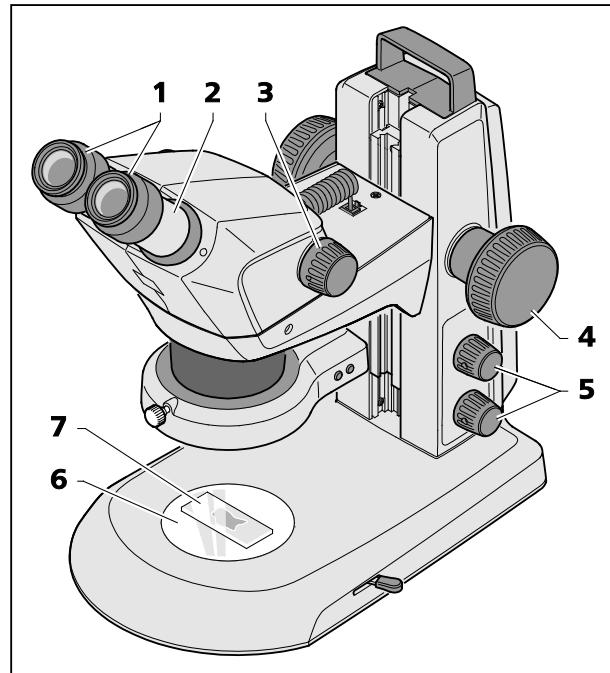

图18 设置立体显微镜
1. 将观察对象（图18/7）置于玻璃或塑料盘（图18/6）中间并照射（图18/5）。
2. 在可调目镜（图18/1）上将屈光度补偿设为“0”。
3. 从侧面推移目镜支架（图18/2）调整眼间距，直到用双眼能够看到目镜中只有一个未切割光圈（物场）。
4. 首先将对焦（图18/3）调到最小放大值。
5. 然后对焦观察对象图片中间显著的某处细节（图18/4）。
6. 设置最大对焦值（图18/3）。放大后该处细节可能又变得模糊，不再位于图片中央。
7. 对焦让观察对象变得清晰，然后通过移动观察对象重新找到该处细节并精确对焦（图18/4）。
8. 接着再次设到最小对焦值，必要时可通过在可调目镜上（而不是在对焦旋钮上，图18/4）进行屈光度补偿，来修正每只眼的图片模糊问题（肉眼误差补偿）。